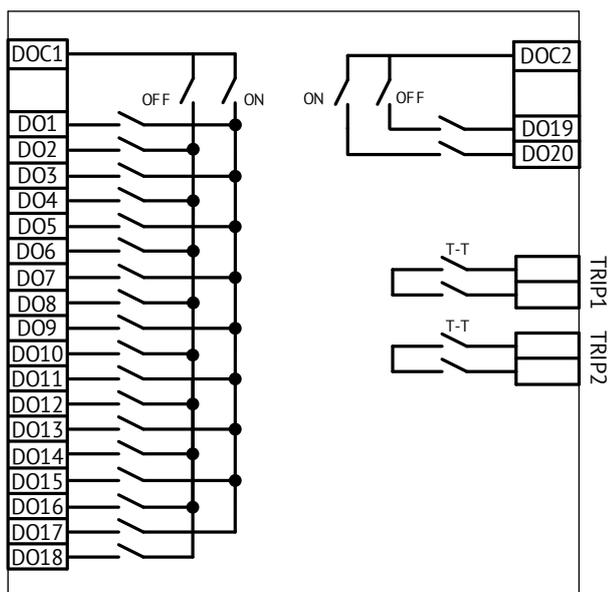

Рисунок 2.1. Схема внутренних ключей ЭНМВ-1-0/22
2.2.4 Режим управления коммутационным оборудованием в модификации ЭНМВ-1 с выходами TRIP (ЭНМВ-1-0/22) характеризуется тем, что коммутацию производят два реле: твердотельное и электромеханическое. Схема соединения выходных контактов ЭНМВ-1-0/22 изображена на рис. 2.1. Данная схема лишена недостатков отдельных её компонентов (твердотельного и электромеханического реле).